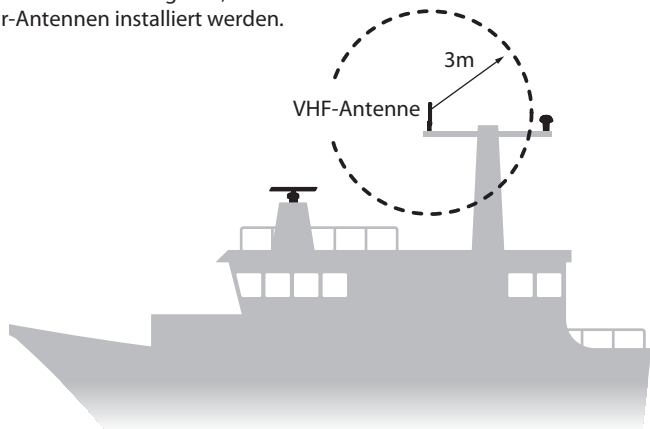

Abbildung 9 Position der VHF-Antenne
- Die AIS-VHF-Antenne sollte idealerweise direkt über oder unter der primären VHF-Mobilfunkantenne des Schiffs montiert werden, ohne horizontalen Abstand und mit einem vertikalen Abstand von mindestens 2 m. Weitere Informationen hierzu finden Sie in Abbildung 9.